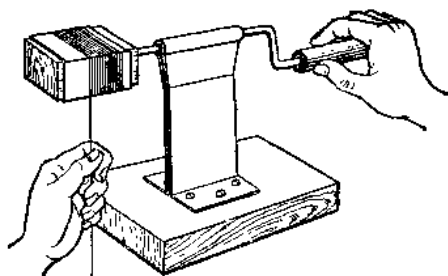

图 I-5
1. 做一个木芯。木芯的横截面积要比铁芯中柱横截面积稍大一些;长度要比铁芯的窗口(h)稍短一些。如果要在绕线机上绕线,中间还要钻一个孔,以便在绕线时穿在绕线机的轴上。绕线机可以自制(参看图 I-5)。